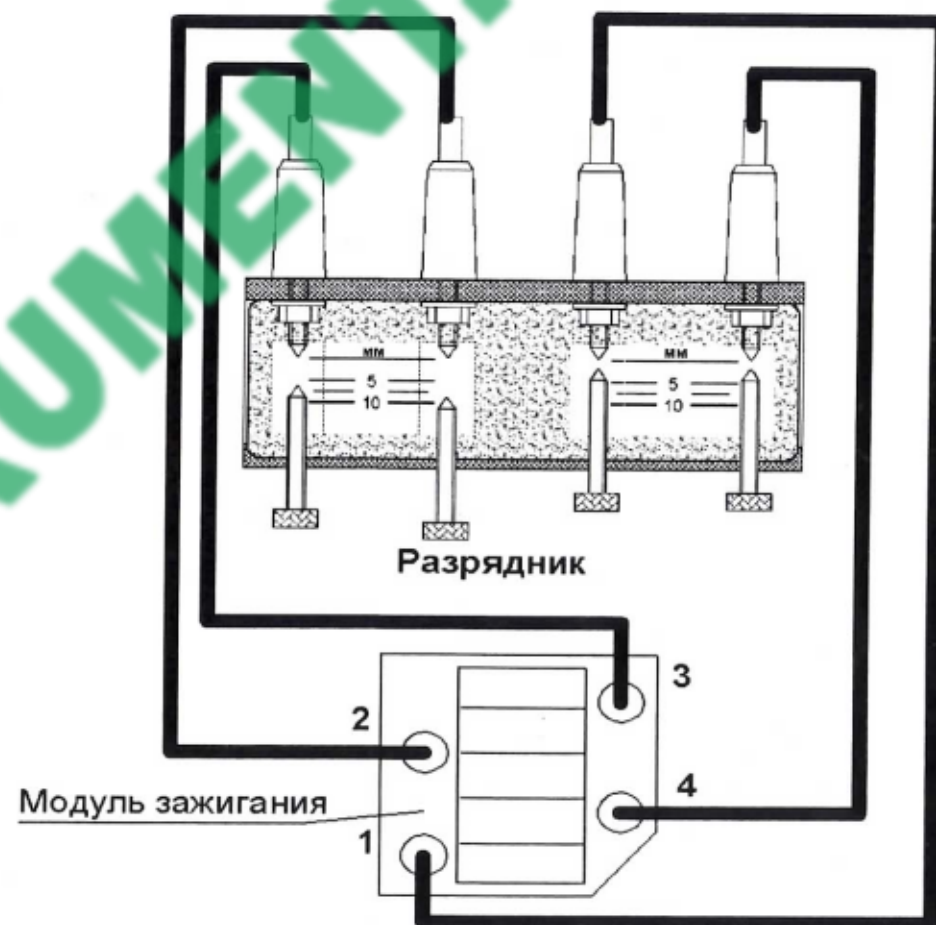

Рис.1 Подключения разрядника для проверки модуля зажигания.
- подключить высоковольтные провода к разряднику согласно схеме на рис. 1;